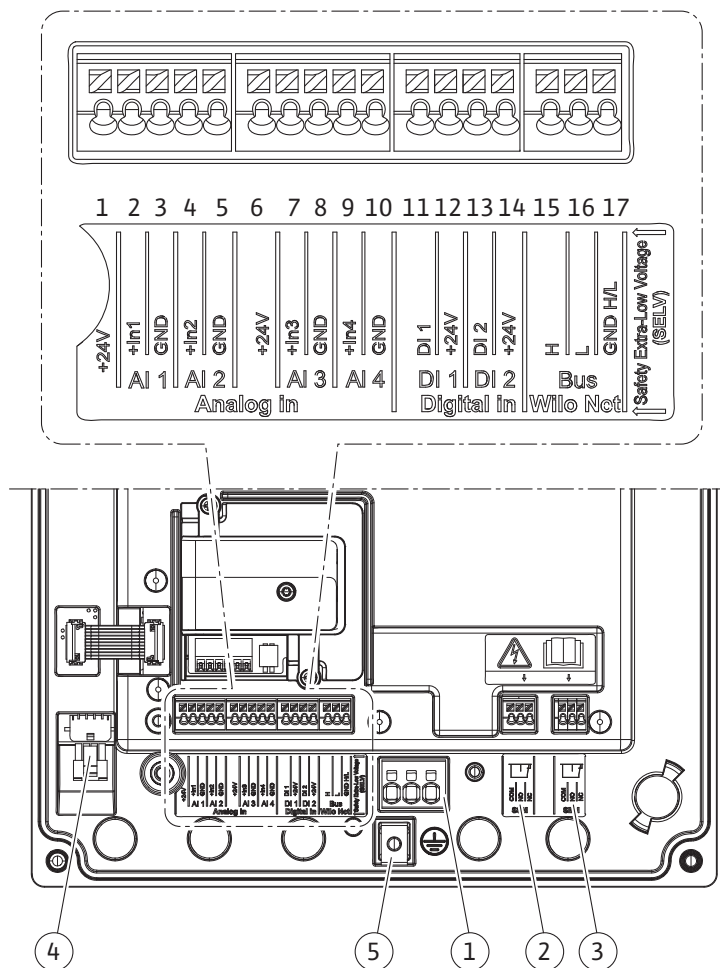

Fig. 19: Pregled stezaljki u modulu
4. Priključni kabel treba provesti kroz kabelsku uvodnicu M25 (Fig. 19, poz. 1). Kabelsku uvodnicu stegnite utvrđenim zakretnim momentom.